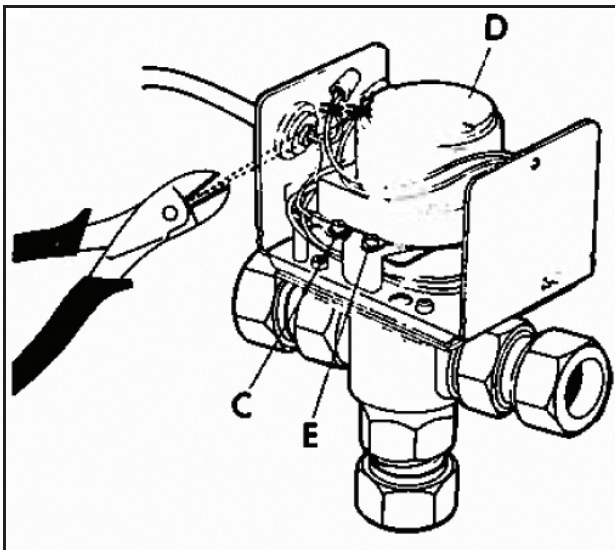

Fig. 3.
3. Cut off crimped connectors, (Fig. 3) and bare the motor supply wires. LEAVE EARTH WIRE (C).
4. Remove the two mounting screws (E) and gently withdraw motor.
3. Togliere i connettori zigrinati (Fig. 3) e scoprire i fili del motore. LASCIARE IL FILO DI TERRA (C).
4. Togliere le due viti di supporto (E), estrarre delicatamente il motore.
3. Knip de aansluitdraden van de oude motor af (Fig. 3), en verwijder de isolatie van de draaduiteinden. LAAT DE AARDDRAAD (C) ZITTEN.
4. Verwijder de twee bevestigingsschroeven (E) en licht de motor voorzichtig en zonder wringen uit het motorcompartiment.
3. Couper les connecteurs (Fig. 3) et dénuder les fils alimentant le moteur. CONSERVER LE FIL "TERRE" (C).
4. Enlever les jeux vis de montage (E) et retirer doucement le moteur.
3. Quetschverbinder abschneiden (Abb. 3) und Anschlußleitungen für den Motor abisolieren. ERDUNGSLEITUNG IM URSPRÜNGLICHEN ZUSTAND BELASSEN (C).
4. Die beiden Befestigungsschrauben (E) entfernen und Motor vorsichtig abziehen.